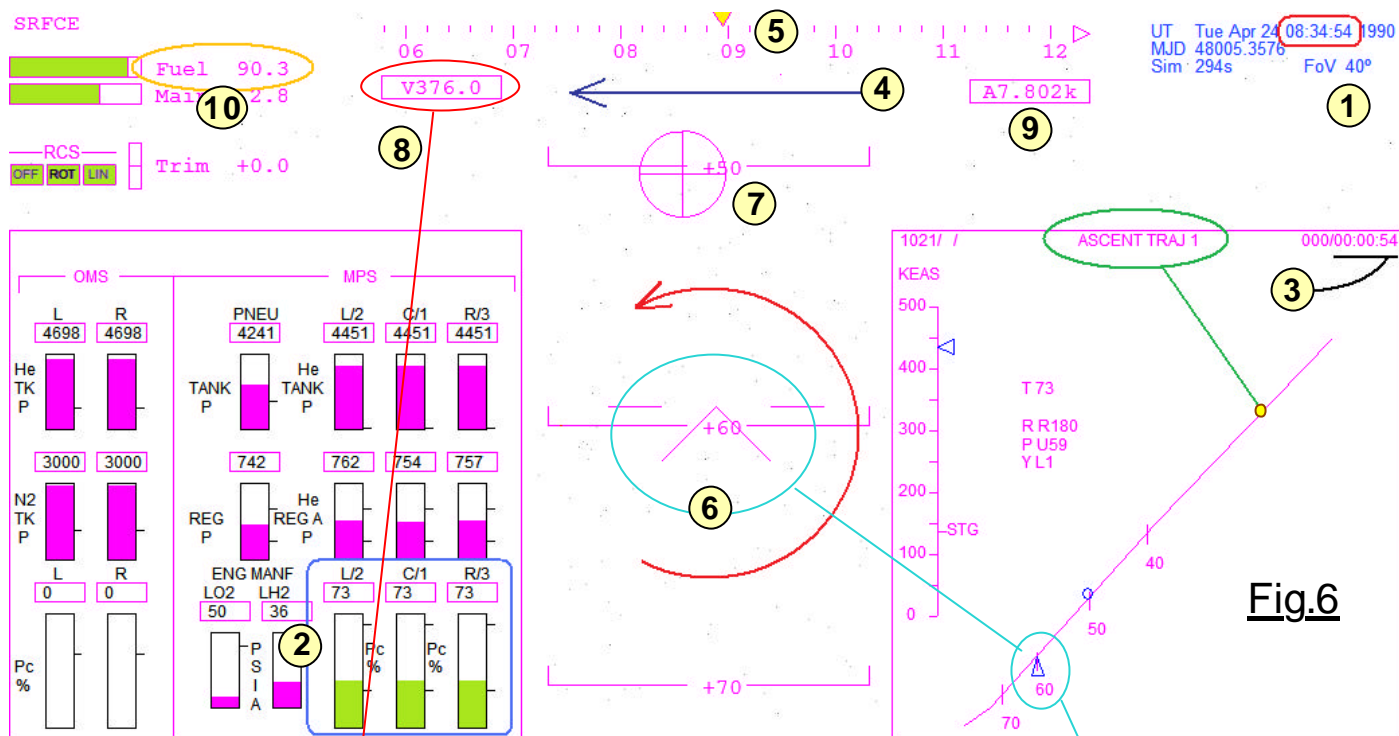

Fig.6
C'est quoi MET ??? Un acronyme de la NASA, et ce divertissement va en comporter une grande variété. Donc, quand un sigle vient encombrer ce texte ... onglet **LEXIQUE**, "tout y est résumé". Revenons à l'interprétation de OPS 1. L'information **LAUNCH TRAJ 1** montré en 2 devient immédiatement **ASCENT TRAJ 1** comme visible sur la Fig.6 de la page 6. Ce graphique représente par la courbe 3 l'évolution attendue de la vitesse en fonction de l'altitude. Durant la progression du vol, l'écran change d'échelles et de position sur la courbe pour montrer une autre partie du profil prévu. Le passage en **ASCENT TRAJ 2** est automatique et se produira au moment utile, tant que l'on est sous pilote automatique, c'est à dire qu'on ne le coupe pas avec "B" ou que ne se produit pas un incident moteur. En 4, le petit triangle bleu représente l'index du point figuratif actuel. Ici, tout en bas du graphe, la Navette est à l'altitude zéro et vitesse nulle. C'est normal puisqu'elle piaffe d'impatience, elle n'a pas encore quitté son assise. Le petit cercle bleu représente la prédiction à 20 secondes, c'est à dire où sera le sommet de l'index dans ce laps de temps si les conditions de vol ne sont plus changées. Ceci dit, quand les boosters vont déclencher leur enfer, les conditions vont sacrément changer, le petit cercle bleu va rapidement prendre son indépendance. Des repères tel que celui en 5 encadré en vert représentent des jalons caractéristiques de la valeur du cabrage durant le vol. Autant dire qu'il faut impérativement respecter toutes ces conditions si on teste un lancement en manuel. La zone 6 indique les valeurs des angles de Roulis (R), de Cabrage (P) et de Lacet (Y) avec ici R pour Right, U pour Up et R pour Right. Il est temps maintenant, de faire notre travail de pilote, c'est à dire de corrélérer en permanence les informations disponibles avec les valeurs attendues pour la mission. Vous avez parfaitement compris, qu'il est impossible de lire le didacticiel et de suivre sur l'écran. Avant de
Sur la Fig.6 nous allons relater les premiers moments du décollage. Le manuel de vol est ouvert convenablement, **777** est saisi dans la fenêtre de **ITEM**. Comme vous avez l'intention de décoller exactement à l'heure H historique du vol STS-31, (H pour heure, H pour historique, ça fait H au carré ! 😊) vous attendez d'être à exactement 10 secondes du lancement en **1** pour valider. Compte à rebours, montée en puissance en **2** des moteurs principaux. (Cadre bleu) Quand la pression dans les chambres de combustion atteint 80%, c'est la mise à feu des boosters. Immédiatement, la portance est positive, et débridée de son support, la Navette et son encombrant réservoir commencent à monter. Top chrono, le compteur **MET** en **3** débute son incrémentation. À ce stade, ceux parmi vous qui sont victimes de strabisme divergent seront avantagés, car il faut bloquer une mirette sur l'écran vidéo, et l'autre sur les lignes du manuel de vol. Dès que le vaisseau a dégagé la tour de lancement, il effectue une rotation en roulis pour s'orienter vers l'azimut programmé. On voit alors les étoiles tourner autour de **^** comme symbolisé par la flèche rouge sur la figure 6. Par contre, le compas en **4** ne tourne pas ??? C'est normal, car il indique la direction et le sens du vecteur vitesse. Comme la Navette est en train de monter à la verticale, elle ne se dirige pas plus vers Paris que vers Rome. Donc pas de réaction sur la rose des caps. Sans tarder, dès que l'orientation en roulis correspond à l'azimut prévu, le vaisseau va "cabrer" pour pointer son museau vers l'Est. C'est à ce moment là, que brusquement le vecteur vitesse prend une direction précise et que le compas s'affole en rotation comme représenté par la flèche bleue. L'index **5** du HUD se stabilise rapidement à la valeur imposée au P.A. qui est pour ce vol de 89,54°.
Non, ce n'est pas une erreur, c'est toujours la Fig.6 clonée pour ne pas avoir à tourner constamment la page. Que prédit le tableau à **MET 00:54** ?